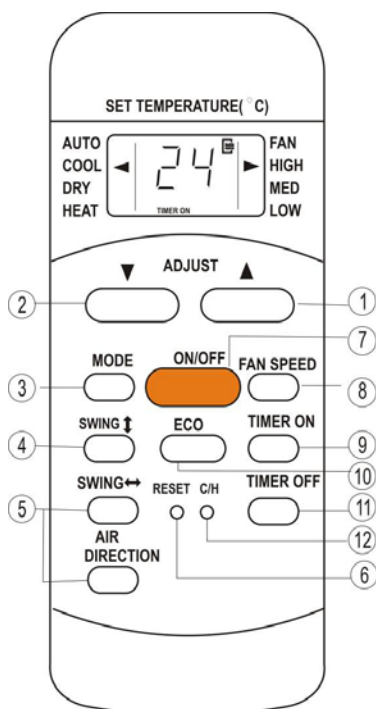

Рис.2-8
■ **Описание кнопок и функций беспроводного пульта (рис.2.8)**
■ Описание кнопок и функций пульта модели RG51Q1/BGE (рис.2-8)